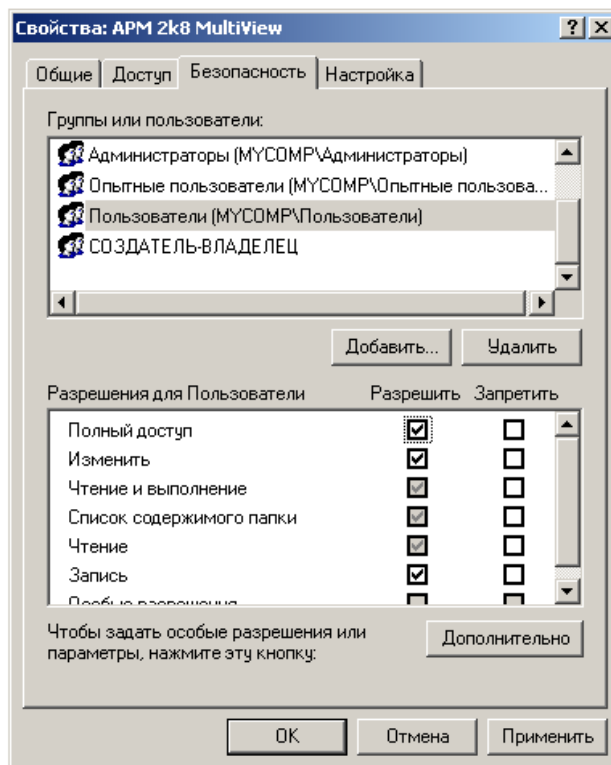

Рисунок 20
- в открывшемся окне «Свойства: папки», рисунок 20, перейдите на закладку «Безопасность»;